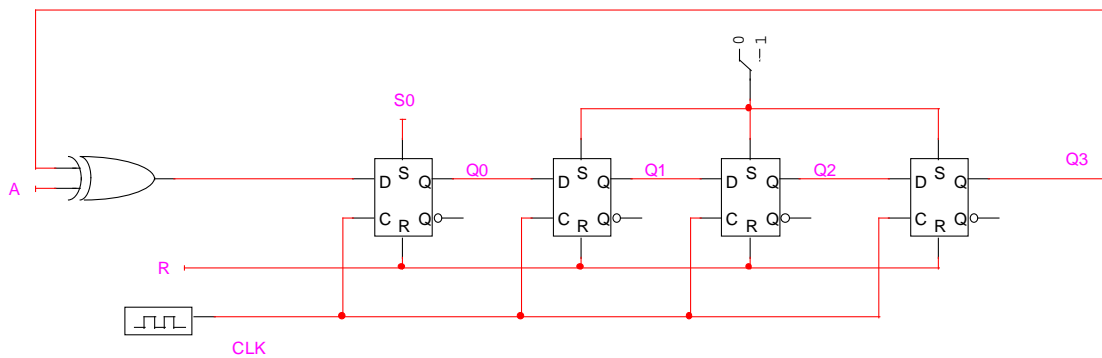

Figura 5.2.1. Registro de Desplazamiento con recirculación.
Implemente un registro de desplazamiento con recirculación de 4 bits como el de la Figura 5.2.1, utilizando biestables de tipo D. Se recomienda utilizar denominado *D Flip Flop ni RS* de la librería *Simulation Logic.clf*, cuyo símbolo se puede ver en la Figura 5.0.2.
Simule circuito de la Figura 5.2.1. Para ello con un editor de textos (o con el propio incluido en el simulador ; menú “File → New → Text Document”) edite y grabe el fichero “Practica5-2.tim” (con las indicaciones dadas en el apartado 5.0 de esta práctica) con los valores de la Tabla 4.
- Circuito diseñado con el Simulador como el de la Figura 5.2.1. Denomínelo “PRACTICA\_5-2.CCT”.